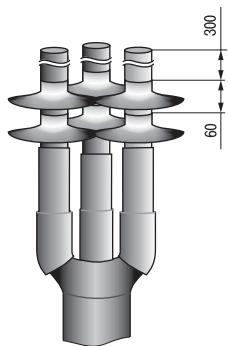

Рисунок 10
4.26.1 При монтаже концевой муфты серии КНтп-10 после усадки трекингостойкой трубы надеть на каждую жилу кабеля по два термоусаживаемых изолятора с интервалом 60 мм между изоляторами и усадить, начиная с изолятора, надетого первым (рисунок 10).